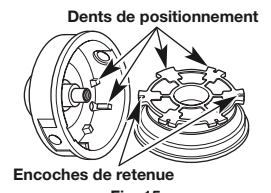

Fig. 15
- Vérifiez l'état d'usure des dents de positionnement et des encoches de retenue (Fig. 15). Le cas échéant, enlevez les ébarbures ou remplacez le moulinet intérieur et la bobine extérieure.